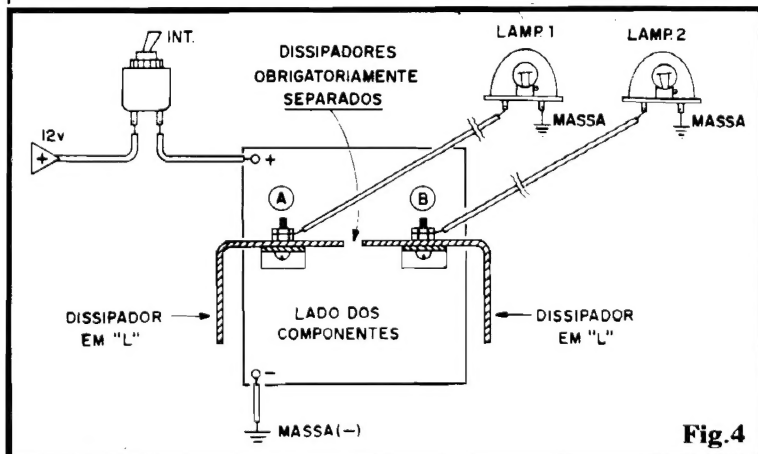

Fig.4
- 2 - Contatos tipo "argola" ou "ilhós", para ligação das Saídas do circuito aos conjuntos transistores de Potência/dissipadores (detalhes na fig. 4...).
- **FIG. 4 - CONEXÕES EXTERNAS/INSTALAÇÃO BÁSICA** - Conforme já foi dito, as ligações externas à placa são simples e poucas... O diagrama mostra o Circuito Impresso ainda pelo lado não cobreado, mas enfatizando